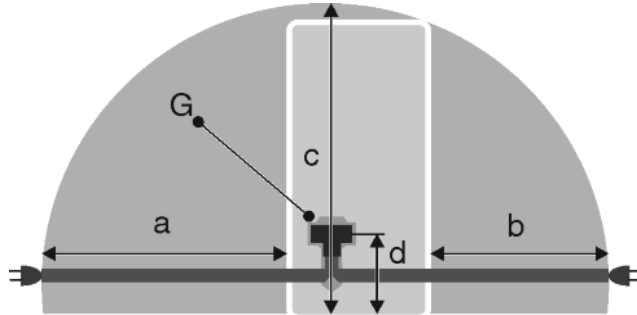

Fig. 28
- Steckdose liegt außerhalb des Geräterückseitenbereichs im gegebenen Bereich Fig. 28 (a, b, c).
- ▶ Gerätestecker Fig. 28 (G) auf der Rückseite des Gerätes einstecken. Auf richtiges Einrasten achten.